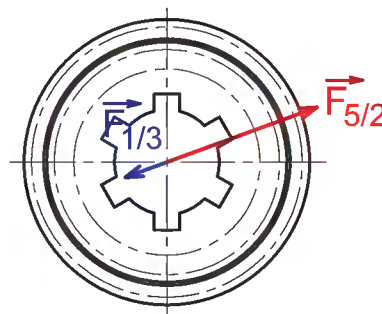

Figure 2
- Actions $\vec{F}_{1/3}$ et $\vec{F}_{5/2}$ supposées exercées sur l'axe de symétrie (figure2).
Le plan contenant les actions mécaniques (figure 2) est ramené dans le plan de la feuille (figure3).